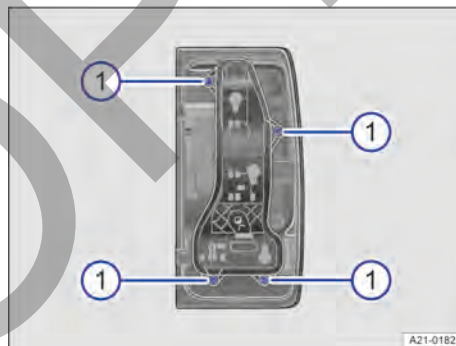

Fig. 150 En el grupo óptico trasero: soltar el portalámparas.
7. Desenrosque los cuatro tornillos del portalámparas con el destornillador → Fig. 150 ①.
10. Coloque el portalámparas en el grupo óptico trasero y atorníllelo → Fig. 150 ①.